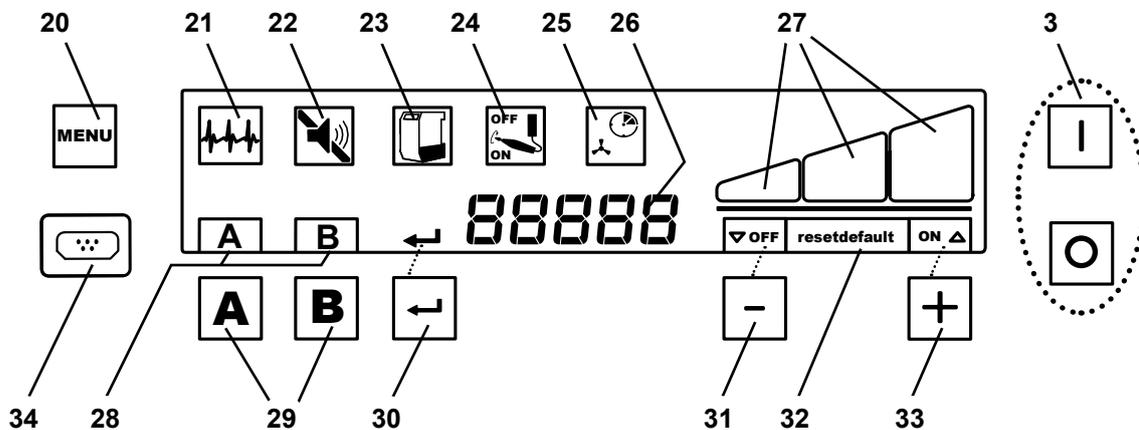

Fig. 2
- ⇒ Sluk apparatet på tænd / sluk-knappen (3, Fig. 2).